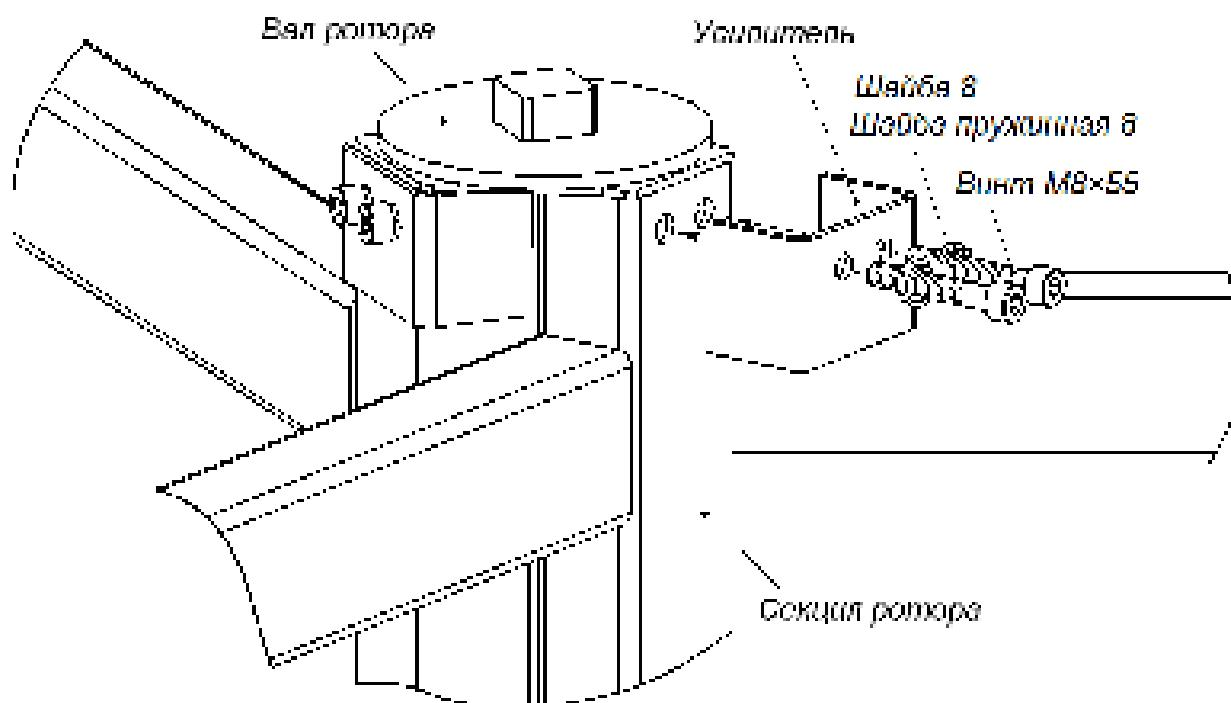

Рисунок 18. Схема усиления верхней части ротора.
- Из ящика №4 распакуйте и затем последовательно закрепите на элементах крепления установленной секции ротора две оставшиеся секции. Для верхних точек крепления секций используйте усилительные элементы и по 2 болта M8×55 с шайбами 8 и пружинными шайбами 8, для остальных точек крепления секций – по 10 болтов M8×12 с пружинными шайбами 8 (см. рис. 18 и 19). Для удобства при монтаже используйте ключ SW6 с магнитным наконечником. По окончанию сборки проверьте равномерность зазоров между секциями и окончательно затяните все болты ротора.